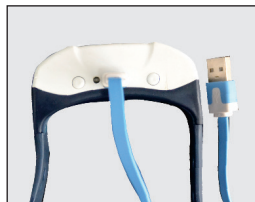

Fig. 2
2. Abra la tapa del conector USB (4) y conecte el cable USB suministrado al dispositivo (Fig. 2).